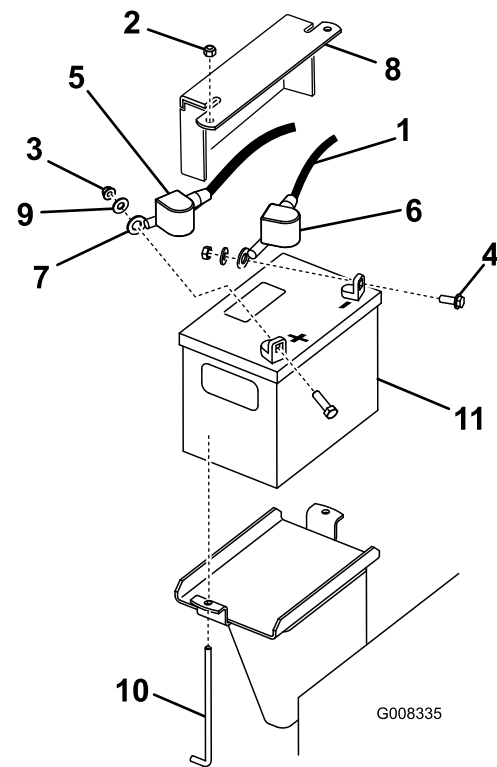

Figure 41
4. Enlevez le capuchon rouge de la borne positive (rouge) de la batterie. Débranchez ensuite le câble positif (rouge) de la batterie (Figure 41).
5. Enlevez la plaque de maintien, les boulons en J et les contre-écrous de fixation de la batterie (Figure 41) et retirez la batterie.
1. Placez la batterie sur la machine (Figure 41).
3. Commencez par relier le câble positif (rouge) à la borne positive (+) de la batterie avec un écrou, une rondelle et un boulon (Figure 41). Glissez le capuchon de caoutchouc sur la borne de la batterie.
4. Reliez ensuite le câble négatif et le câble de masse à la borne négative (-) de la batterie avec un écrou, une rondelle et un boulon (Figure 41). Glissez le capuchon de caoutchouc sur la borne de la batterie.